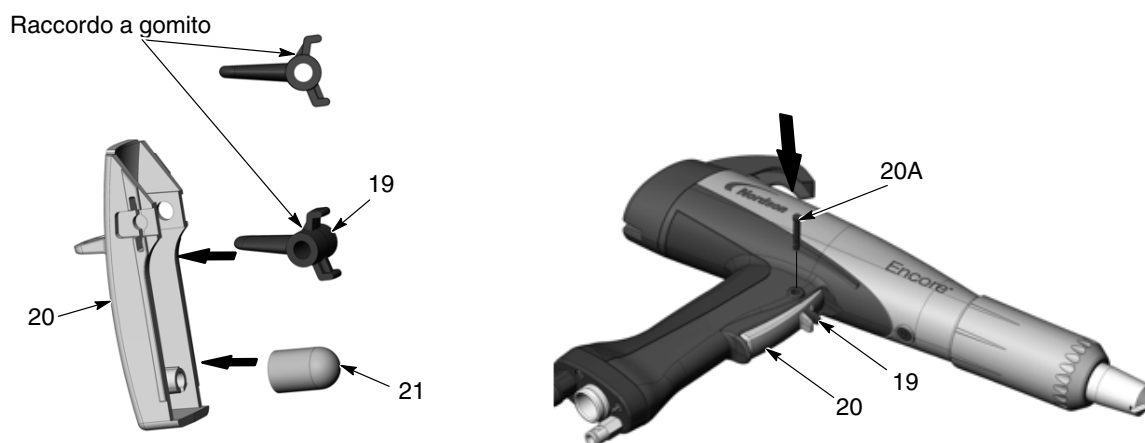

Figura 6-12 Rimontaggio dell'azionamento e dell'asse
7. Vedi figura 6-12. Installare l'azionamento di spruzzo (19) nell'azionamento dello spruzzo (20) con il raccordo a gomito orientato verso l'alto, come illustrato. **Non installare l'azionamento di spruzzo capovolto.**
8. Verificare che l'attuatore (21) sia installato sopra il montante.